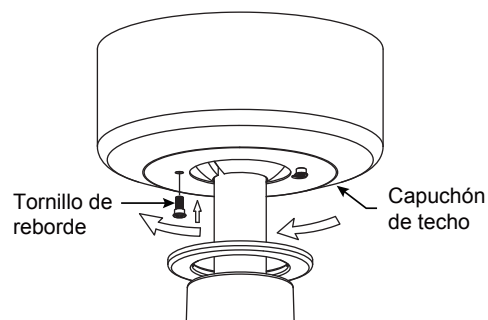

Figura 1
- ☐ 1. Instale la cubierta rotando la ranura clave en la cubierta sobre el tornillo de hombro del soporte del gancho, teniendo cuidado de no pillar los cables. Fije el tornillo de hombro. Instale adecuadamente y fije el segundo tornillo de hombro que fue anteriormente guardado. (Figura 1)